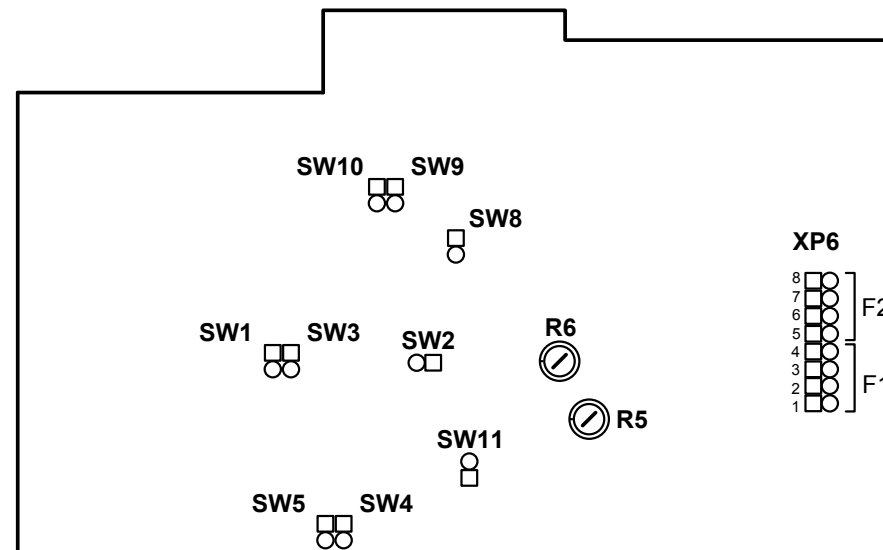

Рисунок 1 – Размещение режимных переключателей на плате ППСЦ-В
7.2.4 Для индивидуальной регулировки чувствительности микрофонов предусмотрены подстроечные резисторы R5 и R6 (см. рисунок 1). Резистор R6 устанавливает чувствительность микрофона МТТ, R5 – микрофона ГГС. При вращении по часовой стрелке чувствительность микрофона увеличивается.
- пользуясь чертежом размещения переключателей (рисунок 1), установить с помощью переключки по таблице 2 необходимый режим работы ППСЦ-В;